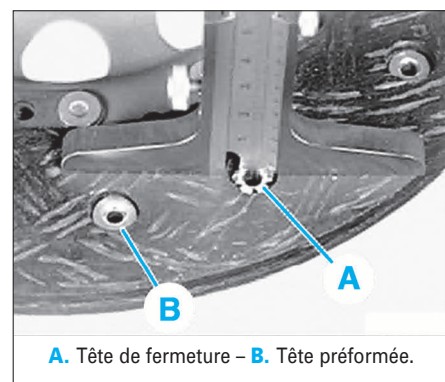

FIG. 5
• Mesurer le dépassement de la garniture au niveau de la tête de fermeture (A) des rivets (Fig.5). Si le dépassement de la garniture au niveau de la tête de fermeture (A) est inférieur à 1 mm, il faut remplacer le disque d'embrayage.